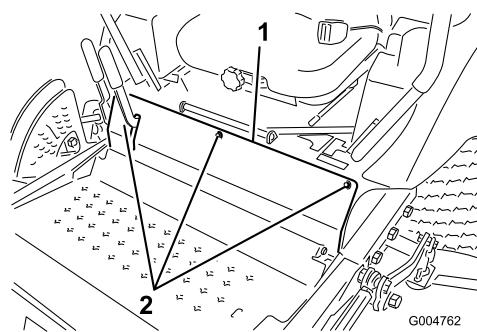

Figura 58
2. Retire os parafusos que fixam o painel dianteiro e retire o painel (Figura 58).